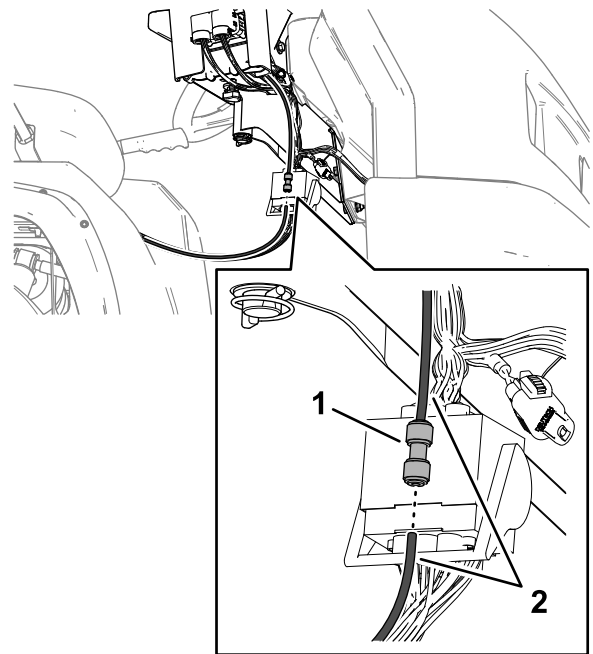

Figura 96
5. Demontați unul dintre tuburile de detectare a presiunii din fittingul de conectare prin apăsare, așa cum este indicat în Figura 96.